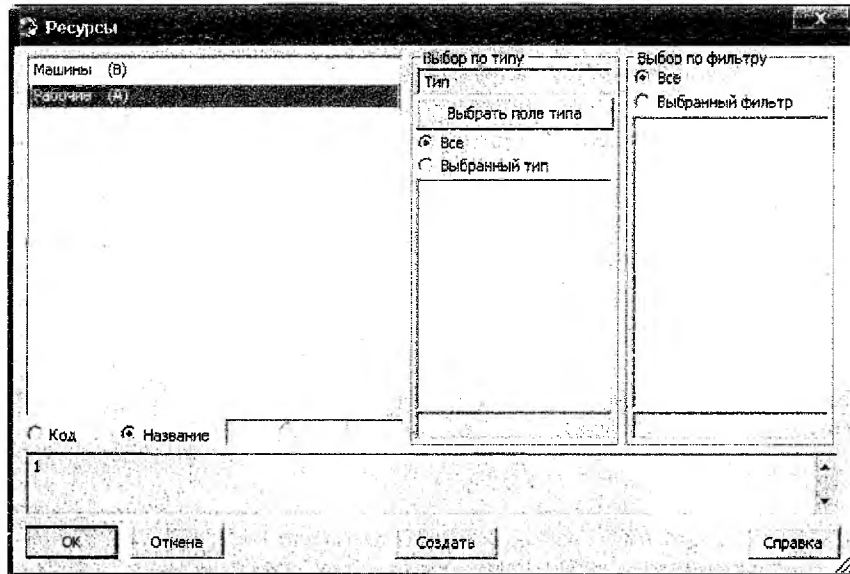

Рисунок 39 – Диалоговое количество ресурсов
9. Расставьте количество ресурсов для каждой работы. В рабочей среде программы перейдите в окно **Гантт Работ**. Правой кнопкой мыши нажмите на номер работы. В появившемся контекстном меню выберите пункт **Свойства**. В данном окне найдите закладку **Назначения** и перейдите в её окно. Найдите кнопку **Ресурс**. Нажмите на неё и зайдите в окно **Ресурсы**. Выберите нужный вам ресурс (Машина и (или) Рабочий), нажмите кнопку **Ок** (см. п.9) (рисунок 39).